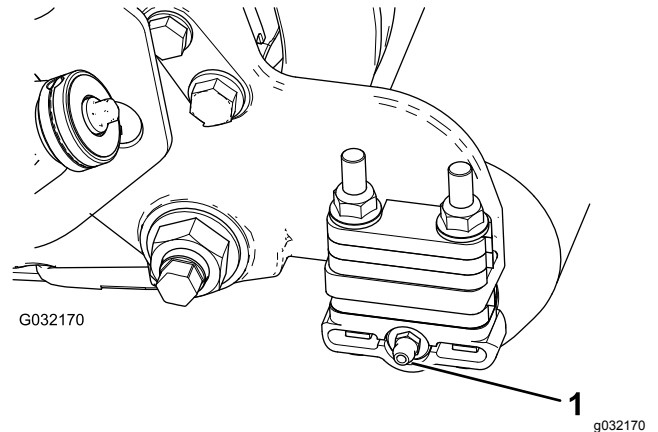

Bild 2
3. Befestigen Sie den 90-Grad-Schmiernippel so, dass er nach hinten zeigt (Bild 2).